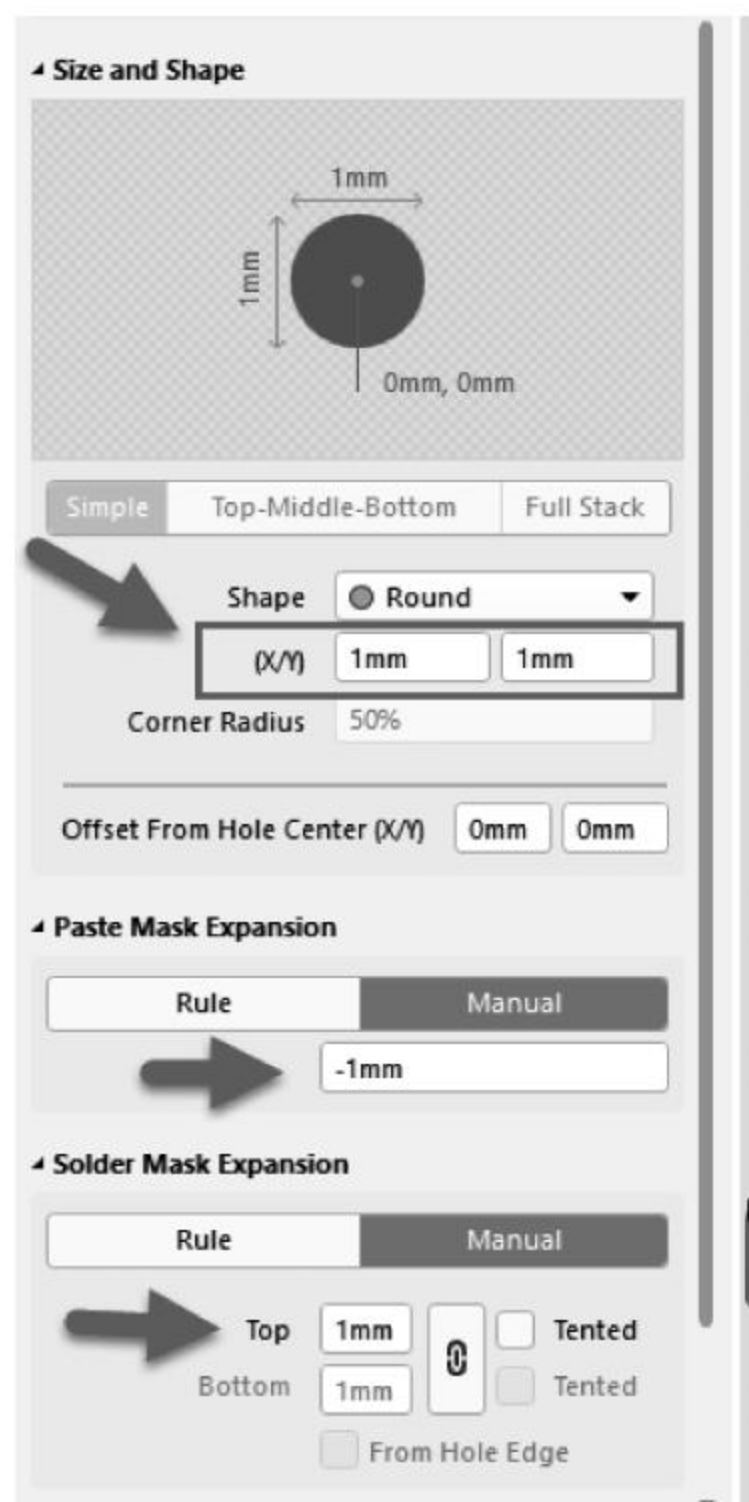
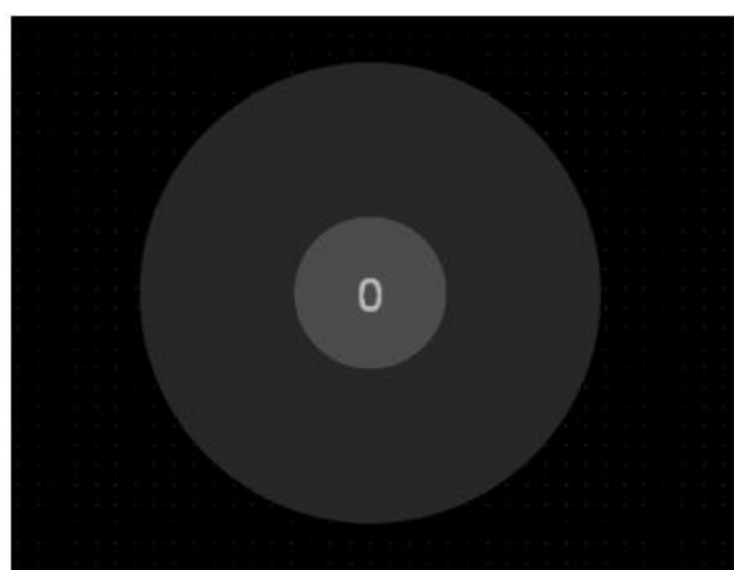

图 8-54 Mark 点参数设置
图 8-55 Mark 点
① 在板子合适的位置放置焊盘，按 Tab 键，在弹出的属性编辑面板中修改焊盘属性，如图 8-54 所示。效果如图 8-55 所示。